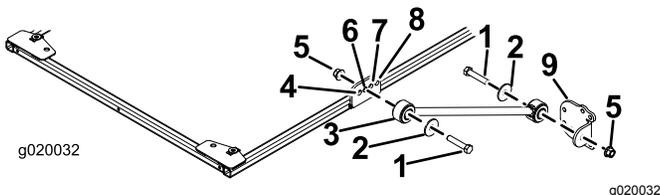

Bild 31
2. Befestigen Sie an jeder Seite des Sonnendachrahmens eine Strebe mit einer Schraube (1/2" x 2 1/2"), einer Scheibe (1/2") und einer Bundmutter (1/2") lose im zweiten Loch der Strebenhalterung, wie in **Bild 31** abgebildet.
3. Befestigen Sie eine Strebenhalterung mit einer Schraube (1/2" x 2 1/2"), einer Scheibe (1/2") und einer Bundmutter (1/2") an jeder Strebe, wie in **Bild 31** abgebildet.